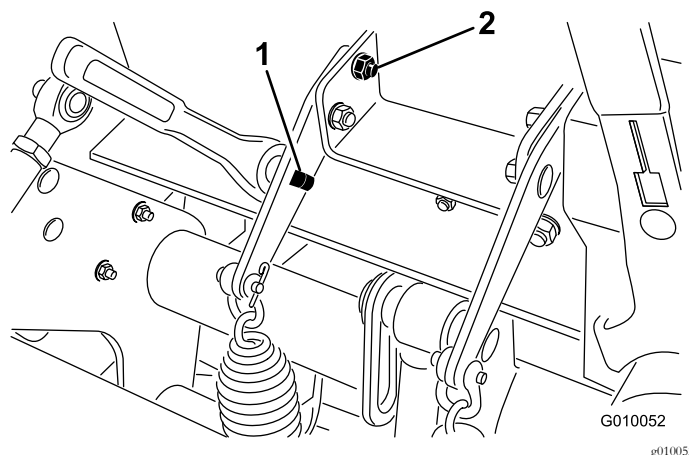

图37
2. 将一个 13mm 的棘轮或呆套筒扳手插入弹簧板上的方孔 图37。